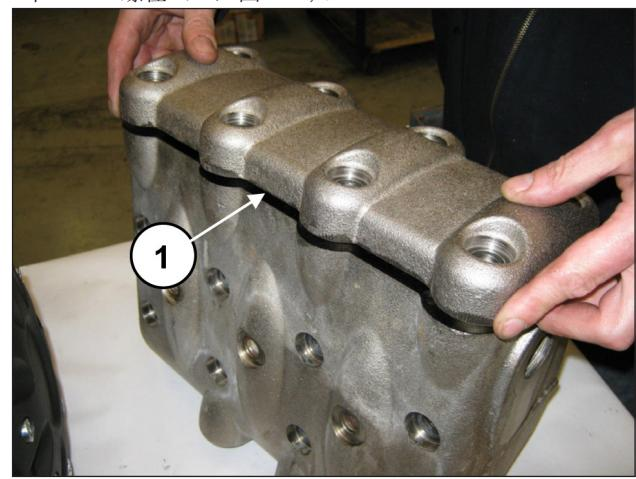
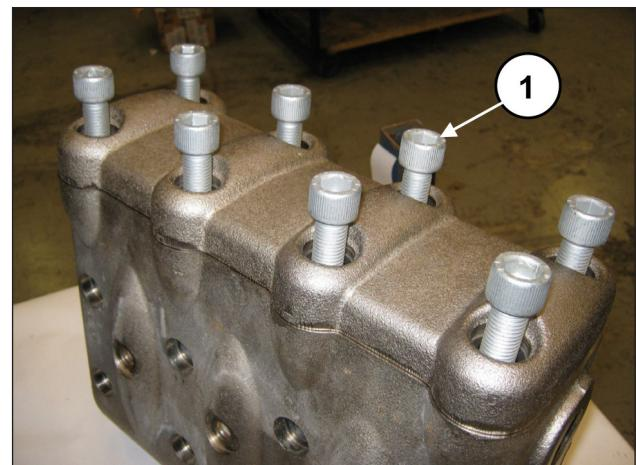

图 128
图 129
阀组和阀塞的安装结束后, 盖上阀盖(①, 图 128)并拧紧8个M16x55螺栓(①, 图 129)。